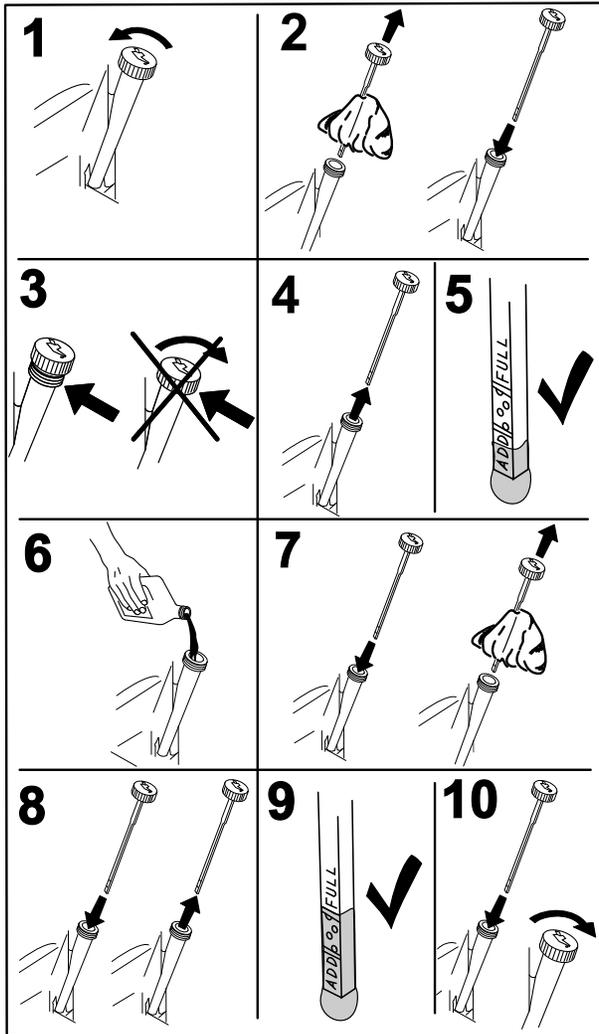

Figura 31
4. Prima di scendere dal posto di guida dell'operatore, spegnete il motore, togliete la chiave di accensione e attendete che si fermino tutte le parti in movimento (Figura 31).